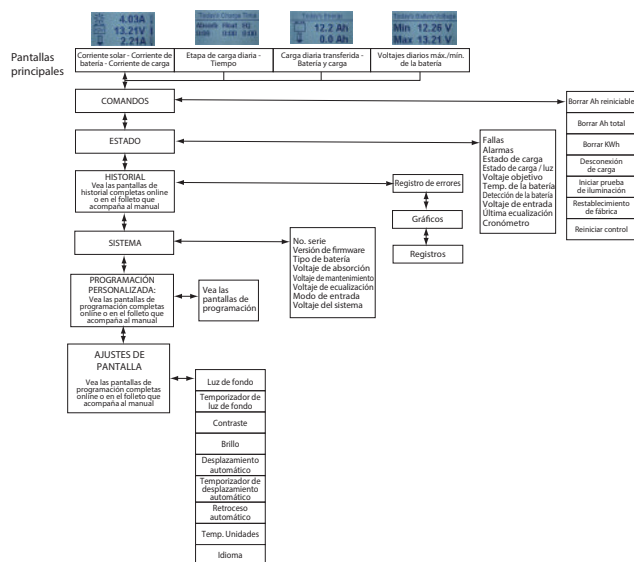

Figura 4-6. Mapa simplificado de medición.
- Amplio ajuste e información de configuraciones, como se muestra parcialmente en la figura 4-6 que se encuentra a continuación.
Las opciones de ajuste de la pantalla, como se muestra en la figura 4-6, se pueden ajustar utilizando las teclas de dirección para localizar y editar un ajuste o variable deseados.